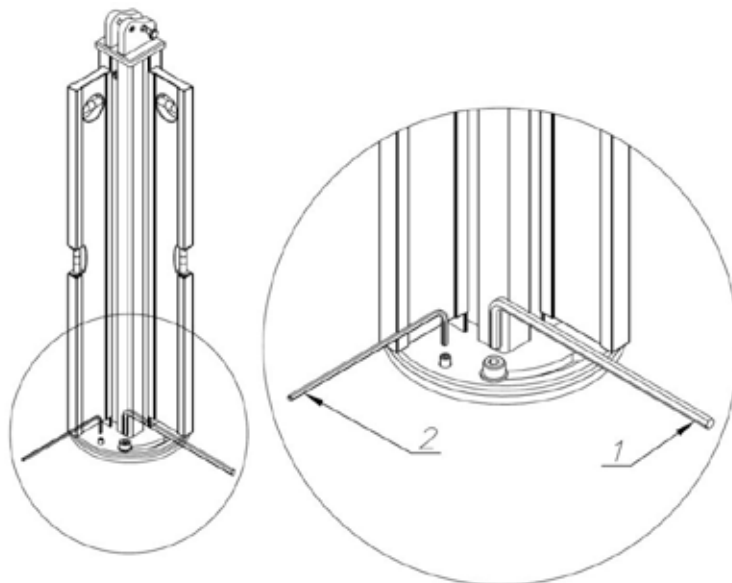

Bild 8
- drehen Sie die Schrauben mittels eines Imbusschlüssel fest (Pos. 1 auf Bild 8)